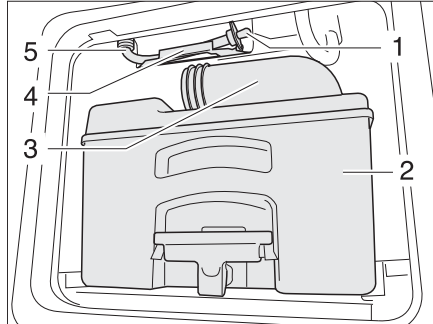

Fig. 307 Tubo de desagüe del depósito de agua del inodoro
- Vaciar el cassette (Fig. 307,2) en una estación de evacuación autorizada para ello y limpiarlo.
- Dejar el tubo de vaciado (Fig. 307,3) abierto.
- Sacar el tubo de desagüe (Fig. 307,5) de la sujeción (Fig. 307,4).
- Sacar el tapón de desagüe (Fig. 307,1) y dejar que salga el agua residual.